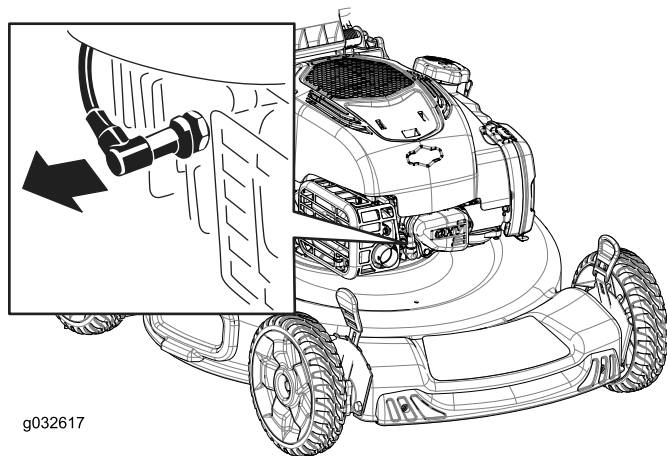

Figura 20
2. Deconectai cablul de la bujie (Figura 20).